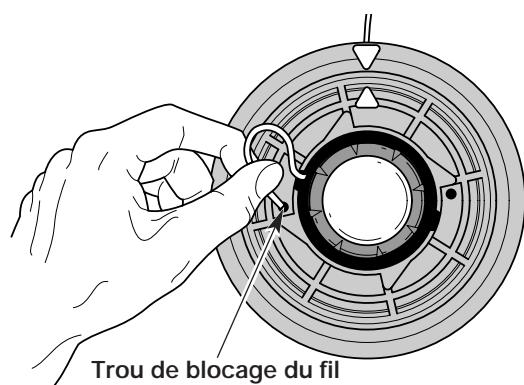

Figure 17
5. Insérez le fil dans le trou de blocage. N'enfoncez pas le fil de plus de 12,7 mm (1/2 po) dans le trou. S'il est inséré correctement, le fil forme une petite boucle (Fig. 17).